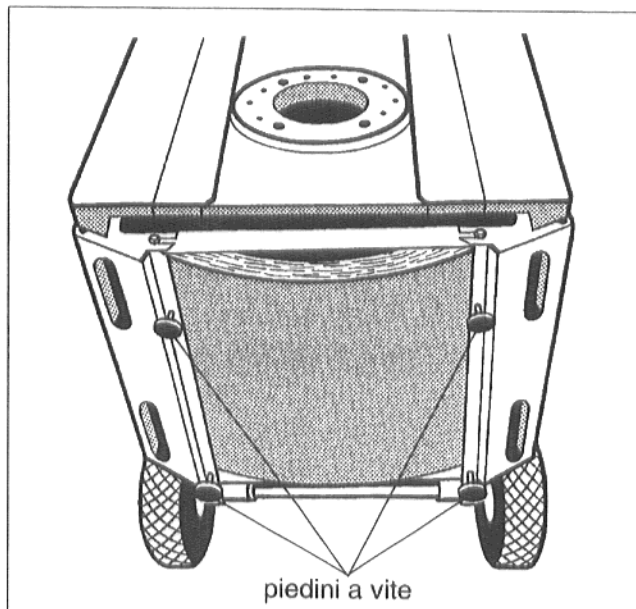

Fig. 4
- Avvitare i quattro piedini alle lamiere angolari (Fig. 4) finché sporgono di 5 - 10 mm.